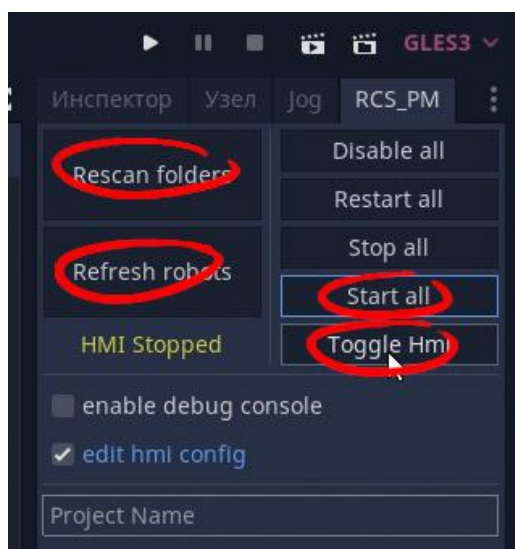

Рисунок 23 – Запуск робота
6. Запустить робота и систему HMI (Рисунок 23). Для этого необходимо перейти во вкладку RCS_PM и нажать последовательно: